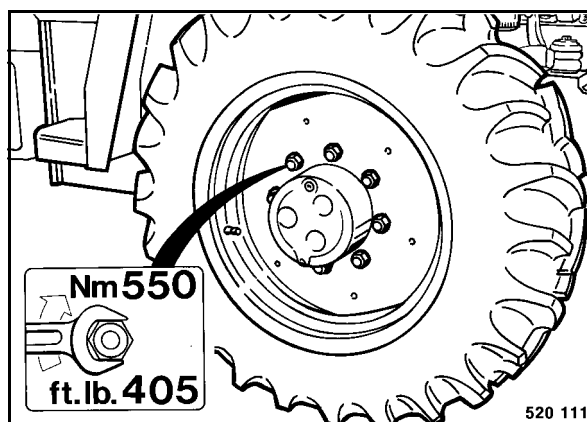

Fig. 164
- Colocar una nueva rueda (Fig. 164), y apretar las tuercas de rueda en cruz aplicando 550 Nm (405 ft. lb.).